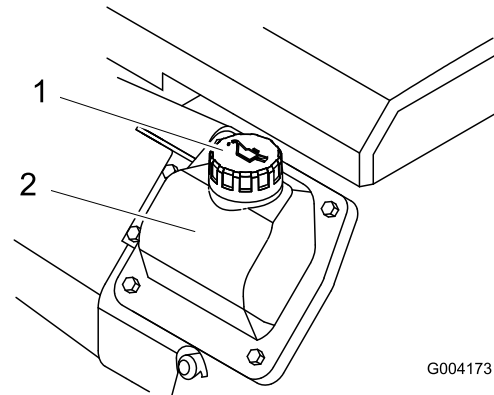

Figura 10
8. Si el nivel de aceite es bajo, limpie alrededor del tapón de llenado y retire el tapón (Figura 10).